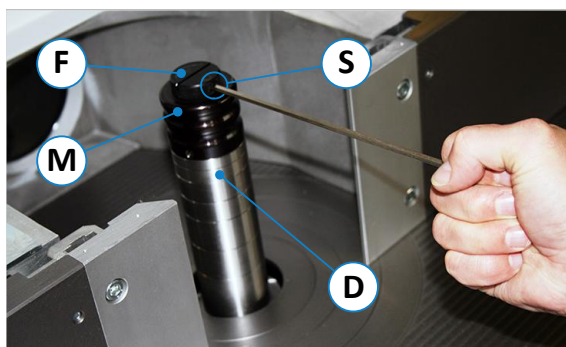

Figure 18 : mandrin porte-fraise avec serrage rapide
- Tourner la broche de fraisage à la main de manière à ce que la vis de serrage (S) soit accessible (⇒ Figure 18).
- Appuyer sur le bouton d'arrêt d'urgence (4) et le laisser verrouillé.